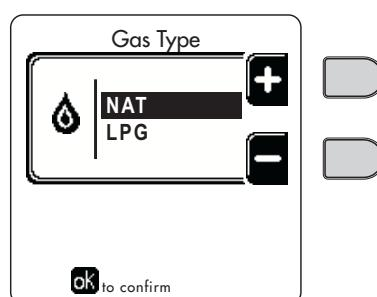

fig. 58- Selectie gassoort
- Ga naar het scherm dat is afgebeeld op fig. 58 door in het menu te navigeren volgens het pad "GEBRUIKERSMENU ➔ Onderhoud ➔ Testmodus ➔ Selectie gassoort". Druk op de contexttoetsen 1 en 2 om de gassoort te kiezen. Bevestig met de toets OK.